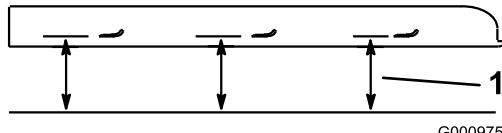

Figure 65
3. Tournez les lames dans le sens longitudinal (Figure 65). Mesurez la distance entre la surface plane et le tranchant (position A) des lames (Figure 65). Notez cette valeur.